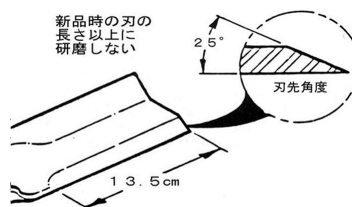
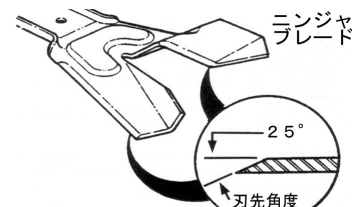

図6-3
図6-3-1
4. グラインダで 22° ～ 28° 位に研磨します。刃の長さは端から約13.5cmにします。(図6-3) (図6-3-1)